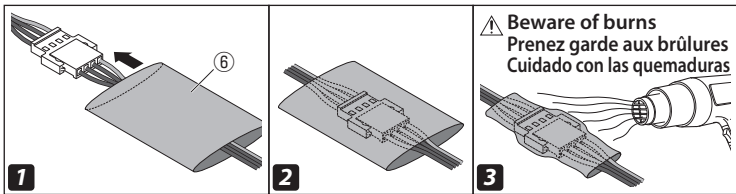

Fig. 3 / Figura 3
- Put the heat shrink tube  over the connection area of the connector. Apply heat with a heat gun or similar to shrink the tube and protect the connector from moisture, etc. (Refer to Fig. 3)
- Placez le tube thermorétractable  sur la zone de connexion du connecteur. Appliquez de la chaleur avec un pistolet thermique ou similaire pour rétrécir le tube et protéger le connecteur de l'humidité, etc. (Se référer à la Fig. 3)